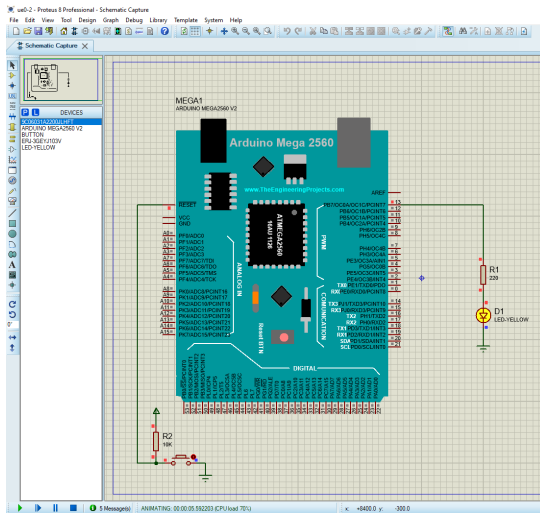
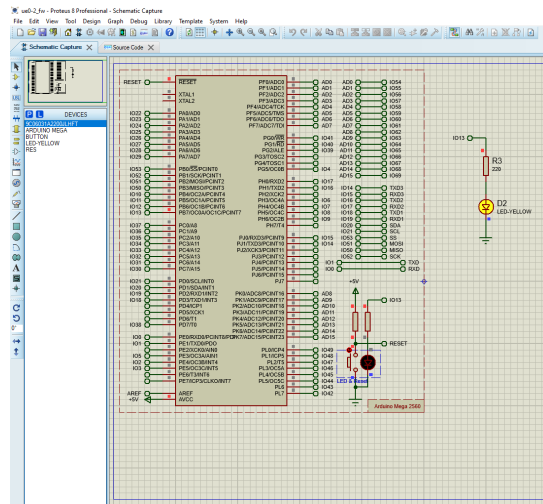

Abbildung 1: Proteus Projekt: ue0-2.pdsprj
Abbildung 2: Proteus Projekt: ue0-2_fw.pdsprj
Machen Sie sich mit der Arduino-IDE und dem Proteus8-Simulator vertraut. Nutzen Sie hierzu die Einführungen auf der Arduino-Website (www.arduino.cc/en/Guide/ArduinoUno) und auf den Labcenter Seiten (www.labcenter.com/tutorials/), alternativ auch Proteus Tutorials, wobei für die Übungen der Abschnitt *VSMTutorial (Graphs)* weitestgehend irrelevant ist und der Abschnitt über *PCB-Layout (Printed Circuit Board)* gar nicht benötigt wird. Für erste Tests steht für Sie ein **Arduino-Sketch** (siehe auch Listing: 1) und für die Simulation jeweils ein Proteus Projekt mit **integriertem Code**, ein sog. Firmwareprojekt (siehe Abb. 2 und ein Projekt mit **extern generierter Firmware** (eben extern, mittels Arduino-IDE generierte Firmware, siehe Abb. 1) zum Download bereit.
- entweder als Source-Code in ein Proteus Firmware-Projekt, z. B. ue0-2_fw.pdsprj, einfließen (siehe Abb. 2),
- oder aber die mit der Arduino-IDE erzeugte Firmware — der Code, der im Falle eines realen Hardwareaufbaus per Upload in den Prozessor geladen wird, jetzt aber explizit in eine Datei geschrieben werden muss (Sketch-->Export Compiled Binary) — für Projekte genutzt werden, die das ARDUINO MEGA2560-Modell von TheEngineeringProjects verwenden (siehe Abb. 1). Hierzu führen Sie einen Doppel-Klick auf den Prozessor im Schematic des Projektes aus, und geben in dem sich öffnenden Kontext-Menü unter PROGRAM FILE die im Hex-Format erzeugte Binärdatei an.